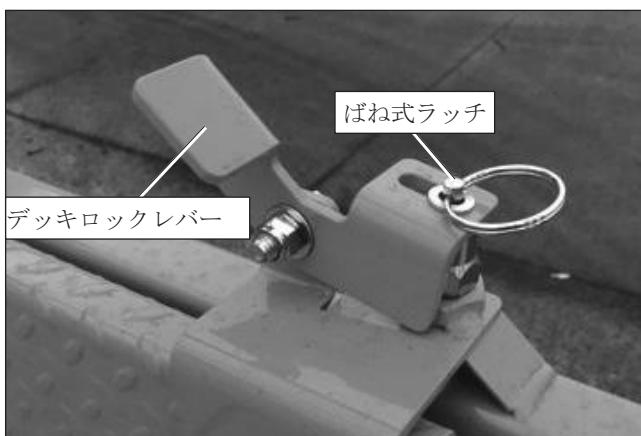

図8.15 - 作業床延長デッキロック
1. 作業床の正面に向かってデッキロックレバー（図8.15を参照）を踏み込み、ばね式ラッチを解除します。延長デッキの上部手すりを前方へ押して、デッキが延長位置で固定されているか確認します。